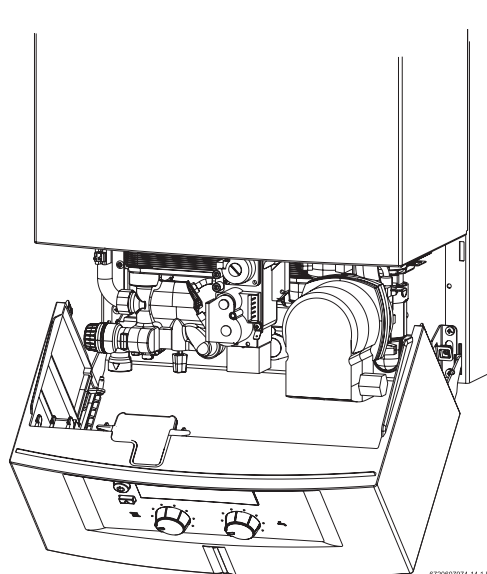

Fig. 30 Posição de serviço para ajustes do gás
- ▶ Baixar o painel de comandos para a posição de serviço (ver Fig. 30).